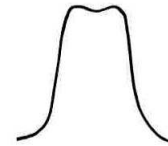

FIG. 4
- Régler les noyaux 3 et 4 (Fig. 4). Hauteur d'image 40 à 50 mm.